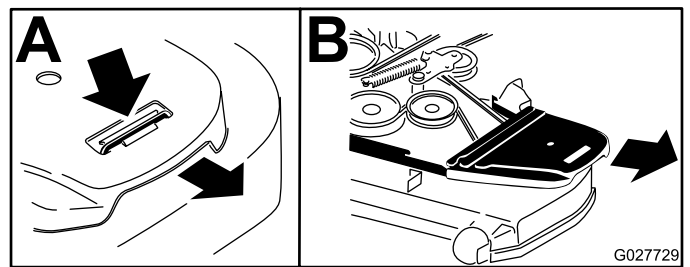

Figure 101
- Retirez le couvercle de courroie en plastique (Figure 101).
4. Déposez les protège-courroies (Figure 101).